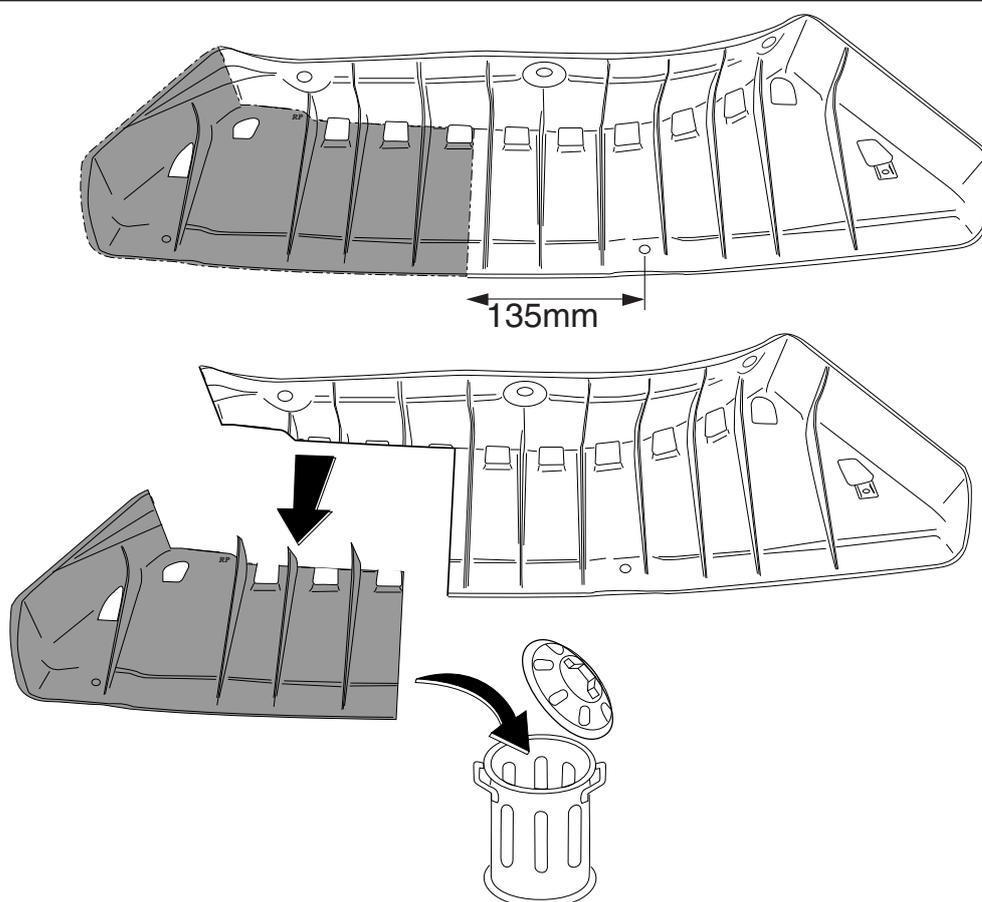

Fig. 1
7. Saw a portion out of the cover plate as shown in figure 1.
7. Выпилить часть из закрывающей пластины, как показано на рис. 1.